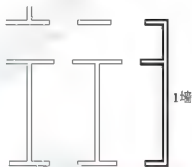

图 2.138 将合并后的墙线加粗
⑤ 在输入选项, [打开(O)/合并(J)/宽度(W)/编辑顶点(E)/拟合(F)/样条曲线(S)/非曲线化(D)/线型生成(L)/放弃(U)]: 提示下, 输入“W”后按 Enter 键, 表示要改变线的宽度。
⑥ 在指定所有线段的新宽度: 提示下, 输入“50”, 表示将线的宽度由“0”改为“50”。
⑦ 按 Enter 键结束命令, 结果如图 2.138 所示。